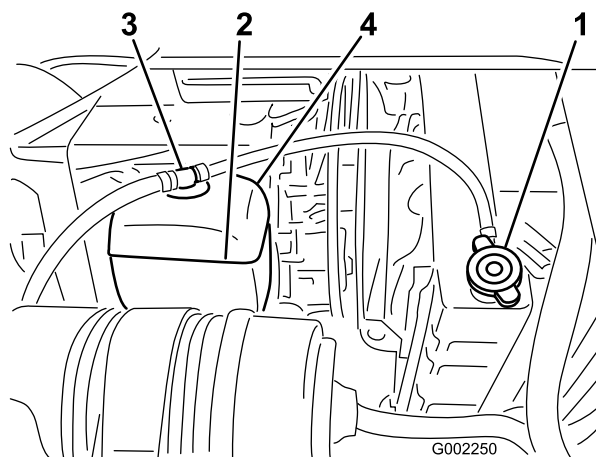

Figura 53
3. Retire cuidadosamente a tampa do radiador e a tampa do depósito de expansão (Figura 53).